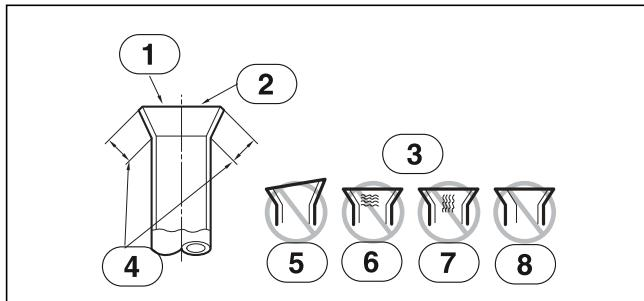

Bild 20
- Jämför flänsförbindelserna med bilderna (→ Bild. 20).